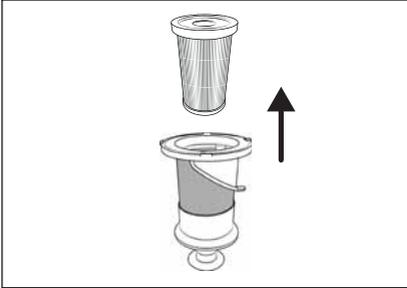

Fig. 19
- 4) Retirez le filtre HEPA ⑤ du filtre en acier inoxydable ⑥, en saisissant l'ouverture du filtre HEPA ⑤ et en le sortant du filtre en acier inoxydable ⑥ (voir fig. 19).